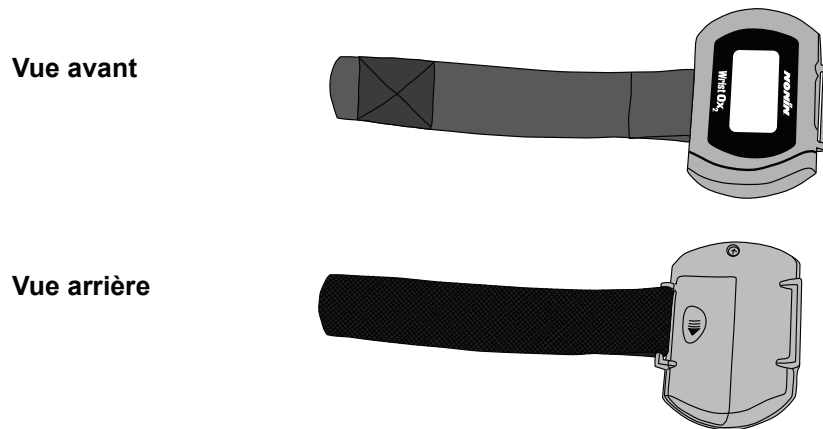

Figure 17: Vérification de la fixation de la bande unique
1. Vérifiez que la bande réglable a été correctement attachée à l'appareil à côté du clapet du compartiment de piles (figure 17). Si la bande n'a pas été attachée, reportez-vous à la section « Fixation de la bande réglable à l'appareil ».